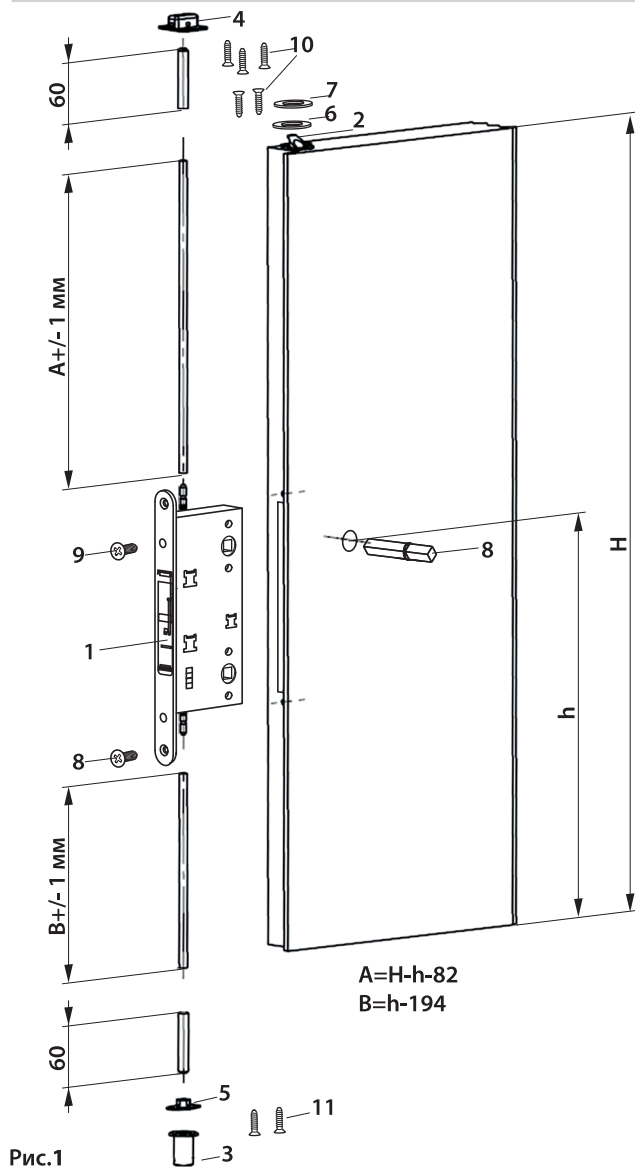

Рис.1
1. Определите место установки замка согласно Рис.1.
4. Установите тяги и автоматическую защелку согласно Рис.1, Рис.2 и Рис.3, Рис.4.